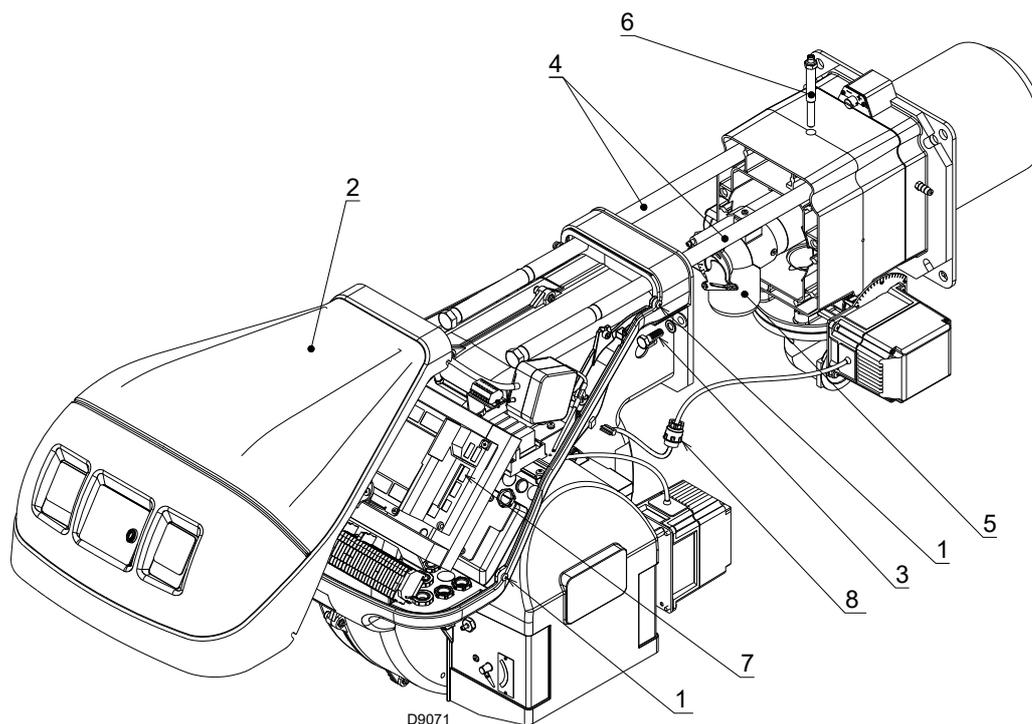

Abb. 38
Sicherstellen, dass die Gasaustritte für die Zündphase, die im Verteiler des Flammkopfs vorhanden sind, keine Verunreinigungen oder Rostablagerungen aufweisen. Im Zweifelsfall das Bogenstück (Abb. 38 auf Seite 38) ausbauen.
- Die 4 Schrauben 1)(Abb. 38) lockern, dann die Verkleidung 2) abnehmen.
- den Stecker des Stellantriebs 7) (Abb. 38) verbinden und die Kabeldurchführung 8) lösen;